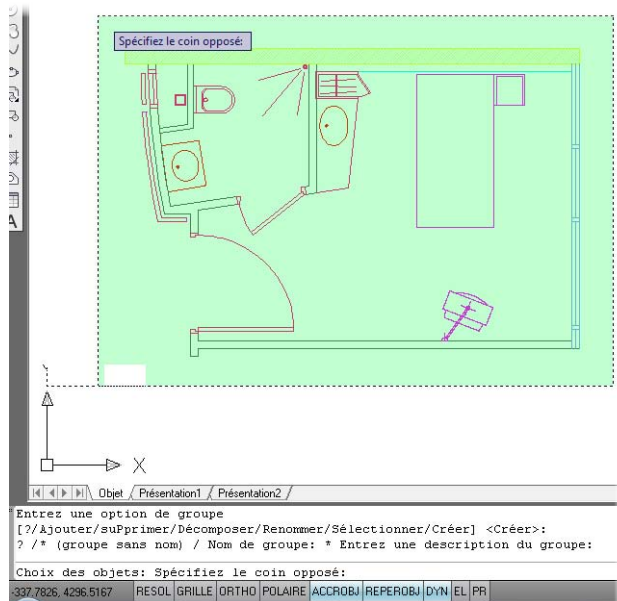

Figure 4.53
2. Capturez l'ensemble de la cellule (voir Figure 4.53).